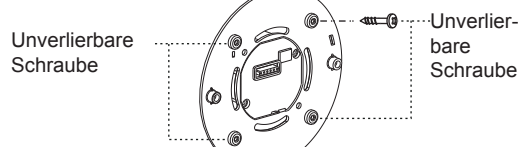

ABB. 20
3.3.4.4 Setzen Sie die vier unverlierbaren Schrauben in die entsprechenden Schraubenlöcher auf der Befestigungsplatte des Sensors ein. Die Schrauben können danach nicht mehr herunterfallen und ermöglichen so die komfortable nachfolgende Montage (siehe ABB. 20).